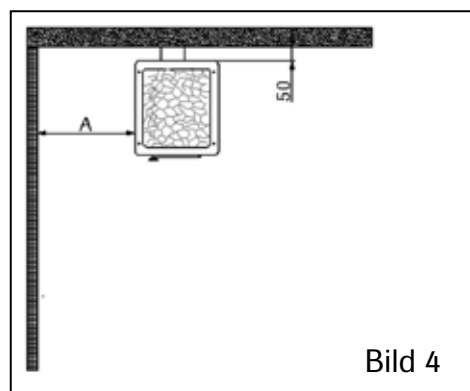

Bild 4
4. Om väggen är murad räcker det med ventilationsspringa om 50 mm mellan väggen och bastuugnen. (Bild 4)